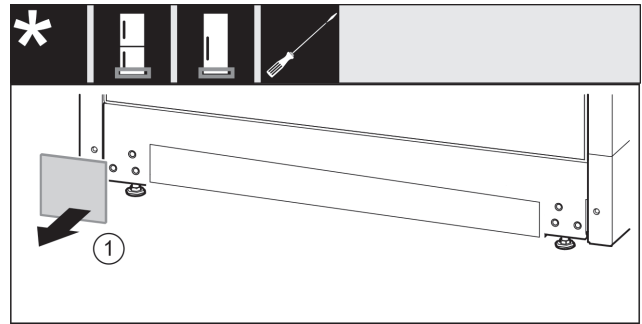

Fig. 14
- ▶ Skinite poklopac Fig. 14 (1).